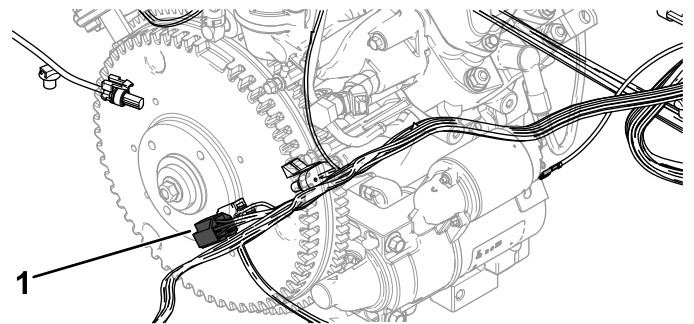

図 16
2. オルタネータのワイヤハーネスをエンジンのワイヤハーネスに接続する 図 16。